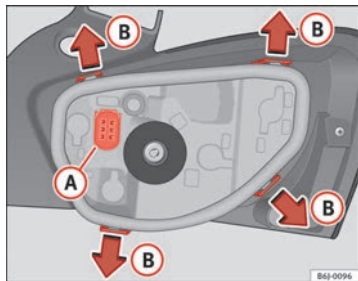

Fig. 177 Remplacement des ampoules des feux arrière
- Retirez le support d'ampoules en le séparant du boîtier. Appuyez pour cela sur les pattes de fixation (B) dans le sens des flèches ⇒ fig. 177.